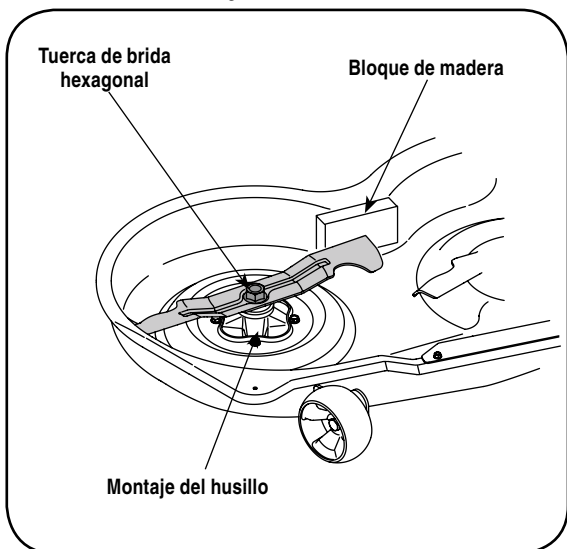

Figura 23
- Se puede colocar un bloque de madera entre el alojamiento de la plataforma y el borde de corte de la cuchilla para ayudar a aflojar la tuerca hexagonal que fija la cuchilla. Vea la Figura 23.